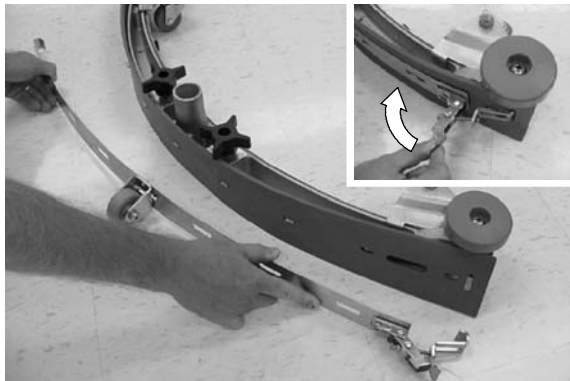

FIG. 36
2. Détachez l'agrafe de la bande et retirez la bande du bloc de racloir (Figure 36).